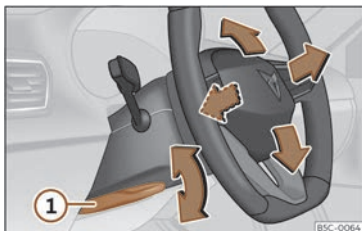

Fig. 65 Palanca en la parte inferior del lateral izquierdo de la columna de dirección.
- Tire de la palanca >>> **fig. 65 ①** hacia abajo, mueva el volante hasta la posición deseada y vuelva a subir la palanca hasta el punto de cierre.
- Tras ajustar la columna de la dirección, empuje firmemente la palanca >>> **fig. 65 ①** hacia arriba para que el volante no cambie de posición accidentalmente durante la marcha.